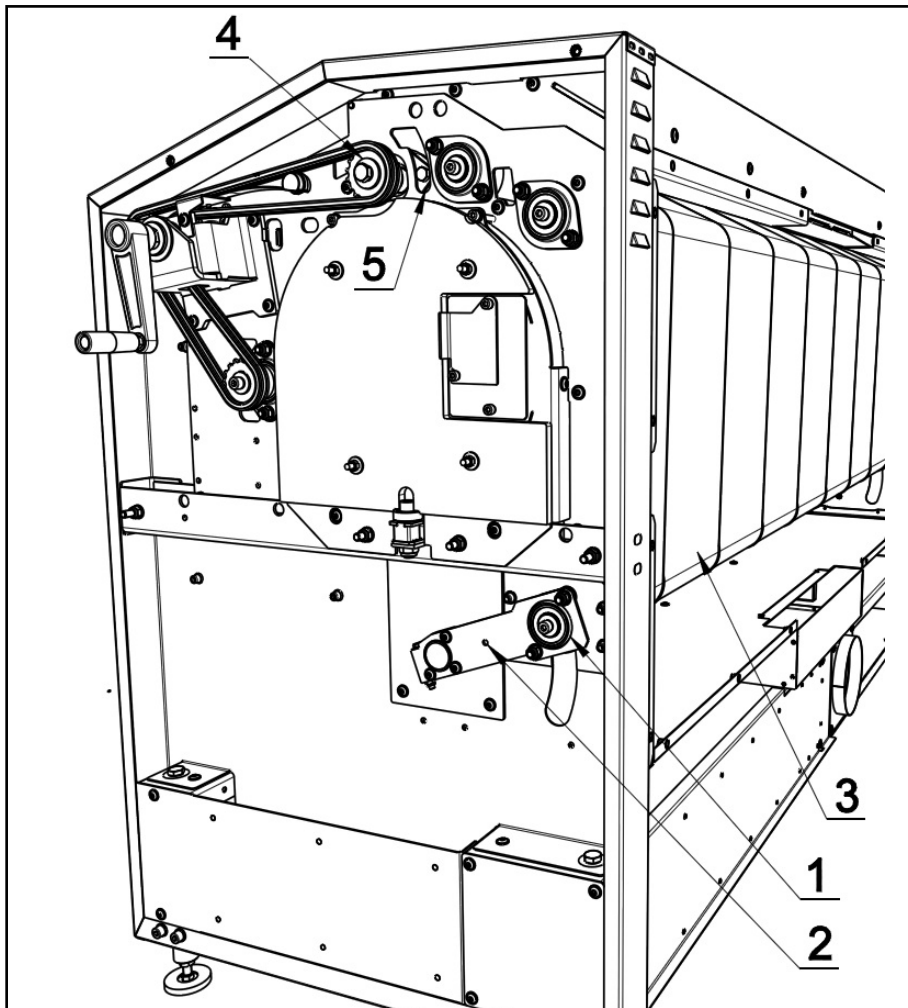
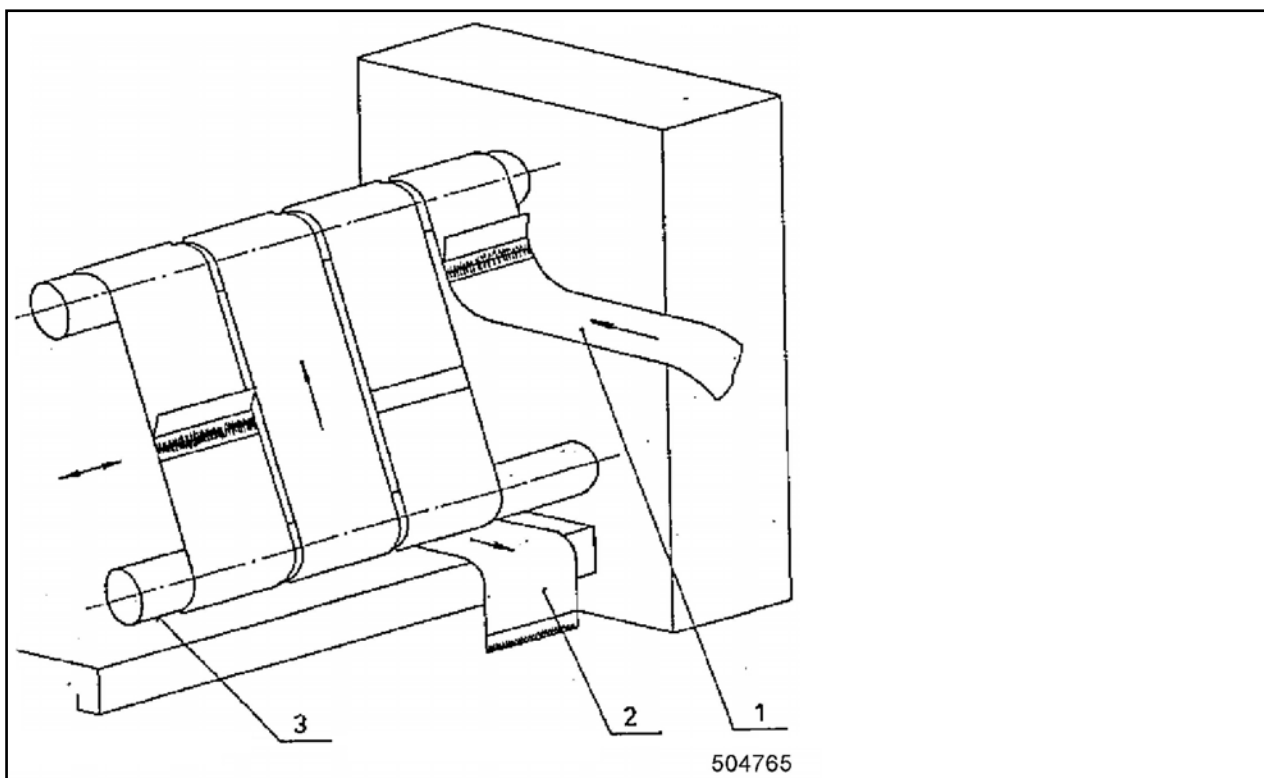

Figura 6.3.4.
Figura 6.4.2.
- Figura 6.3.4. – Sistema dei rulli della macchina di stiratura.
- Sollevare e fissare il rullo tenditore inferiore (1) in posizione superiore per mezzo delle viti M6x20 (2) o più lunghe.
- Scollegare dal lato posteriore tutti i nastri di stiratura (3) e lasciarli sulla macchina.
- Sollevare il rullo pressore superiore (4) applicando appositi supporti sotto il rullo pressore (5).
- I nastri di stiro sono automaticamente tensionati – vengono tensionati automaticamente a gravità per mezzo del rullo di tensionamento (1) – figura 6.3.4., e non richiedono la manutenzione.
- Procedimento per la sostituzione dei nastri di stiro è rappresentato in figura 6.4.2.:
- Figura 6.4.2. – Sostituzione dei nastri di stiro
- Mettere la manovella (capitolo 5.6.) in posizione operativa e con utilizzo della manovella girare il nastro di stiratura (2) in maniera tale che le fascette che uniscono le estremità dei nastri di stiratura siano accessibili.
- Sollevare e fissare il rullo di tensionamento inferiore (3) in posizione superiore di lavoro per mezzo delle viti M6x20 o più lunghe – vedi la figura 6.3.4.
- Scollegare il nastro vecchio (2) e collegare un nastro nuovo (1) con le fascette al nastro vecchio.
- Scollegare il nastro vecchio (2), unire con le fascette il nastro nuovo (1).
- Sbloccare il rullo di tensionamento (3) dalla posizione superiore di lavoro, rimontare tutti i componenti smontati.
- Rullo pressore superiore (4) – figura 6.3.4. assicura l'introduzione della biancheria alla stiratrice, la pressione della biancheria a elevata pressione alla superficie del rullo a stiro. Consente l'evaporazione della maggior parte della biancheria e stende la biancheria trasportata dai nastri di stiro.